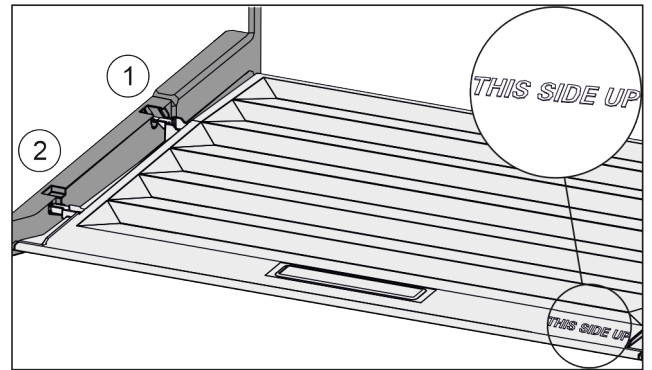

Fig. 27
- Deckelstege über Öffnung der hinteren Halterung Fig. 27 (1) einführen und vorne in Halterung Fig. 27 (2) einrasten.